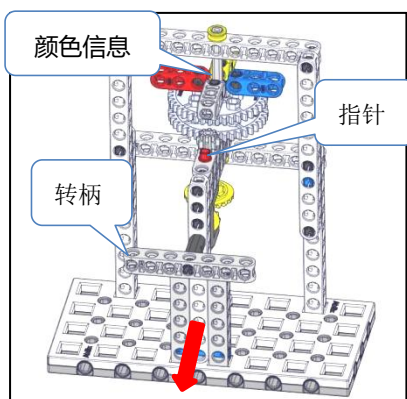

图 4-5-1 初始状态
4.5.1 定位信息的初始位置位于 1-17。位置是可变的，方向是固定的。红色箭头为模型的正面朝向，该任务和扫描二维码任务需处在同一层，转柄处于水平状态，指针指向灰色信息，如图 4-5-1 所示。